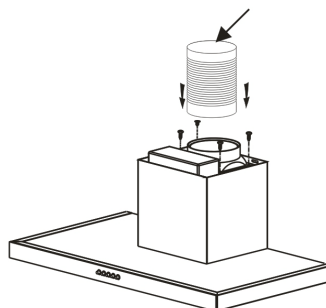

fig. 5
- Fixez la gaine extensible d'évacuation (non fournie) sur la sortie moteur sans gêner le mouvement du clapet anti-retour (fig. 5).
- Raccordez la gaine à la sortie de l'air vers l'extérieur. (fig. 5).
- Raccordez la gaine extensible au déflecteur. (fig. 5).